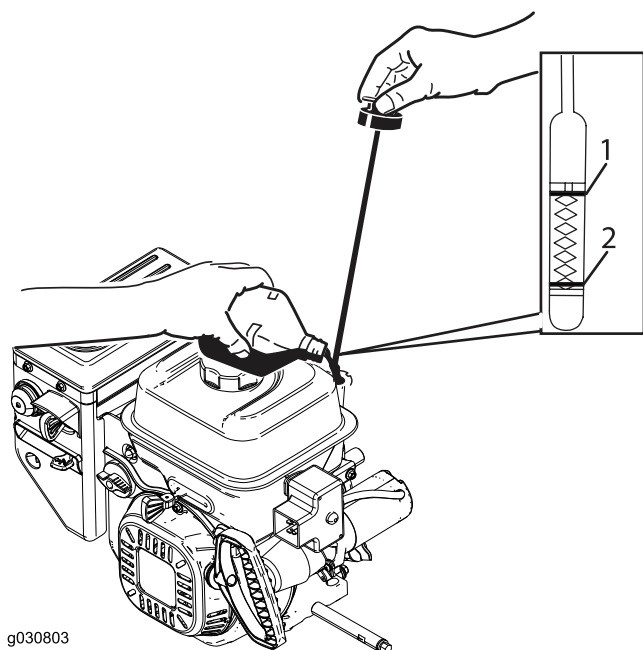

Figura 35
2. Rimuovete l'asta e controllate il livello dell'olio (Figura 35). Se l'olio non raggiunge la tacca Add, occorre rabboccare. Vedere (pagina).